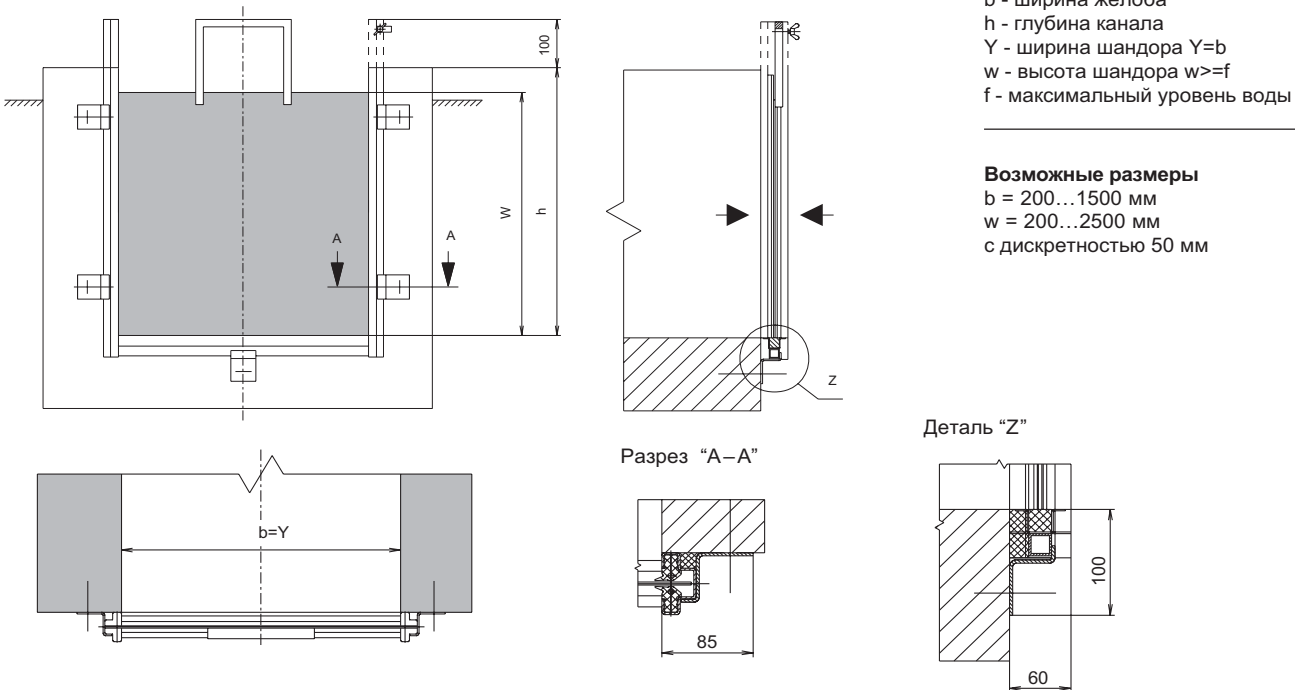

рис.23
- VAG ERI-S CA - для установки на стену с помощью анкеров (см.рис.23)